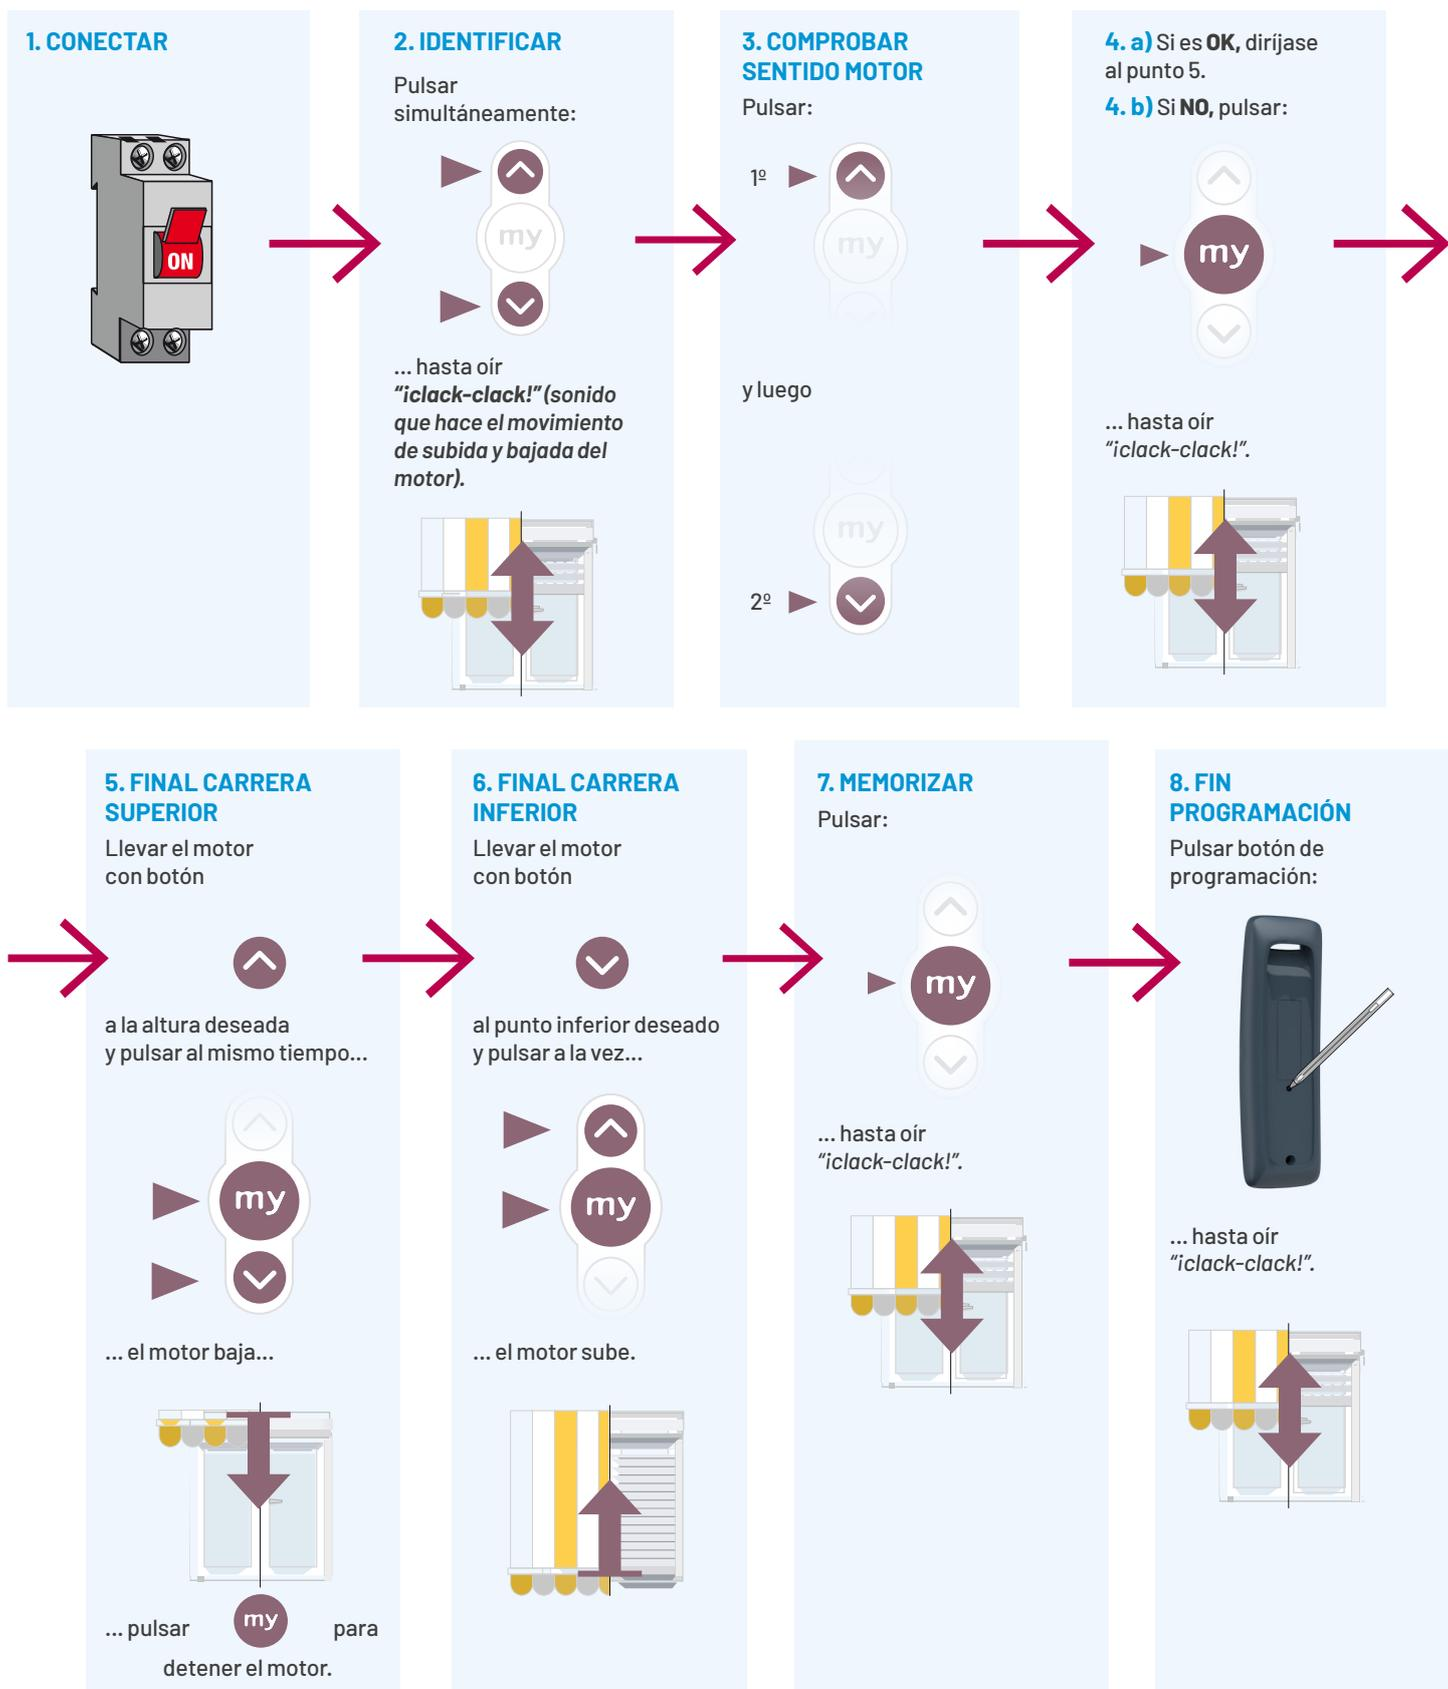

Imagen 2: secuencia de programación
- c. A continuación llevar el motor al nuevo final de carrera deseado y pulsar el botón **MY** hasta que reaccione el techo "iclack-clack!" (Imagen 2).